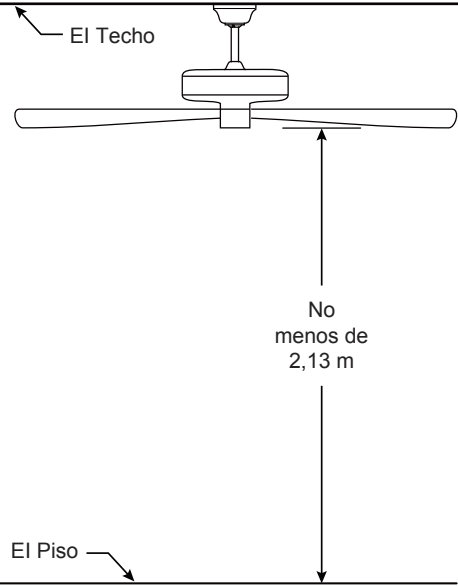

Figura 2
### Uso de perfil profundo (Figura 2)
2. Retire el clip de horquilla y pasador de horquilla de la parte inferior de la bola para colgar. Retener el pasador y clip para la reinstalación en el paso 4. (Figura 2)
Debe colgar el ventilador a una distancia mínima de 2,13 m desde las aspas hasta el piso. (Figura 2)
Para evitar una posible descarga eléctrica, asegúrese de cortar la alimentación eléctrica de la caja de fusibles principal antes de alambrado el ventilador. (Figura 2)
2. Coloque y ajuste firmemente la cubierta para el tornillo de la base sobre los tornillos de reborde de la abrazadera para colgar mediante el mecanismo de seguro por giro del chavetero. (Figura 2)
2. Coloque la cubierta embellecida en la parte inferior de la placa de las palas. (Figura 2)
- 2.** Restaure la fuente de alimentación de la toma de corriente enciendo la electricidad del fusible principal. (Figura 2)